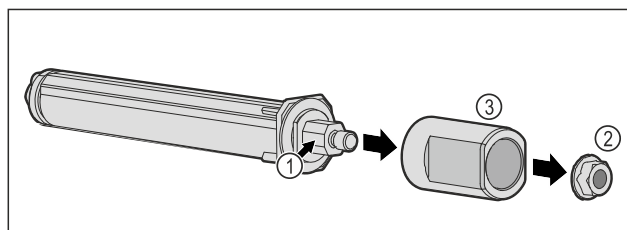

Fig. 54
- ▶ Mos e zbërtheni sistemin e mbylljes së derës Fig. 54 (1).
- ▶ Hiqni dadon Fig. 54 (2).
- ▶ Hiqni manikotën Fig. 54 (3).